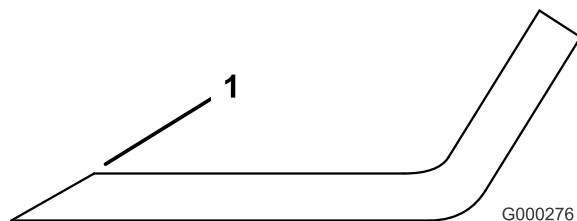

Figura 93
3. Inspeccione los filos de corte de todas las cuchillas, y afílelos si están romos o tienen mellas (Figura 93).
**Nota:** Afile únicamente la parte superior del filo y mantenga el ángulo de corte original para asegurar un filo correcto (Figura 93). La cuchilla permanece equilibrada si se retira la misma cantidad de metal de ambos filos de corte.